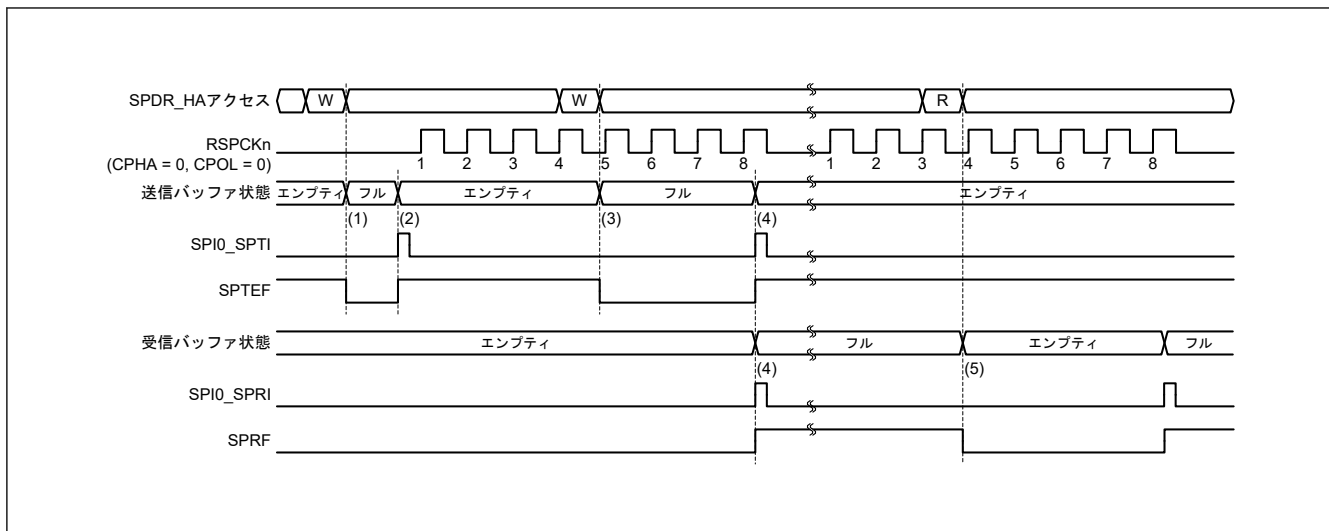
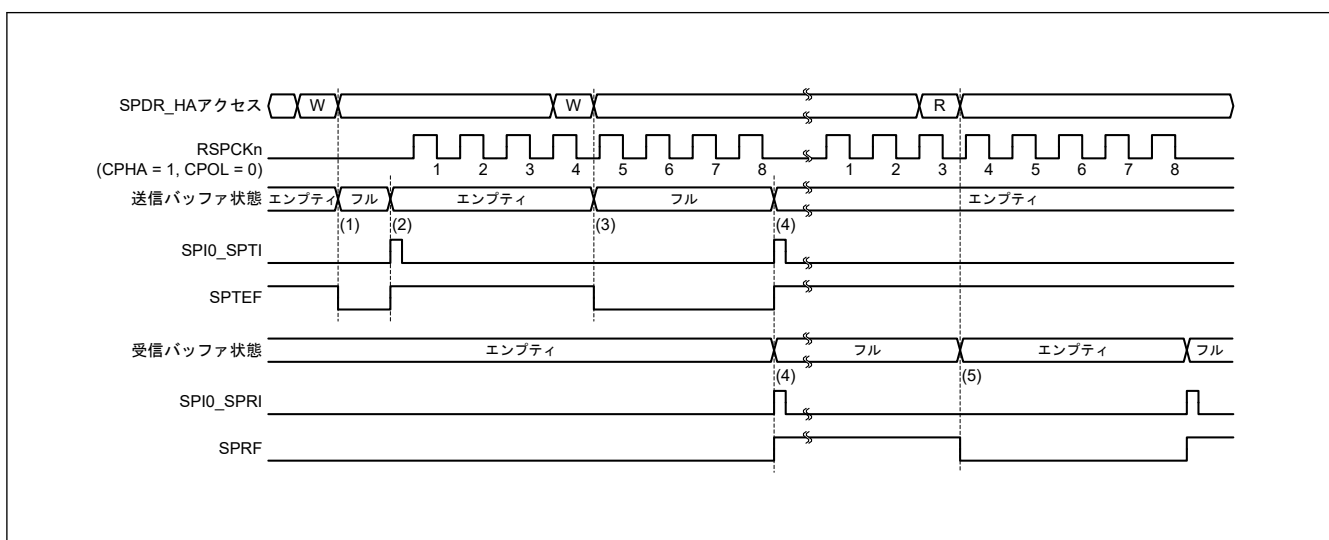

図 33.29 SPI0_SPTI および SPI0_SPRI 割り込みの動作例 (CPHA = 0 かつ CPOL = 0、マスターモード)
図 33.30 SPI0_SPTI および SPI0_SPRI 割り込みの動作例 (CPHA = 1 かつ CPOL = 0、マスターモード)
図 33.29 および図 33.30 に、送信バッファエンブティ割り込み (SPI0_SPTI) と受信バッファフル割り込み (SPI0_SPRI) の動作例を示します。これらの図に示された SPDR_HA レジスタアクセスは、レジスタへのアクセス条件を示しています。W は書き込みサイクル、R は読み出しサイクルを示しています。図 33.29 では、SPCR.TXMD ビットが 0、SPDCR.SPFC[1:0] ビットが 00b、SPCMDm.CPHA ビットが 0、かつ SPCMDm.CPOL ビットが 0 の設定で、SPI が 8 ビットのシリアル転送を実行しています。図 33.30 では、SPCR.TXMD ビットが 0、SPDCR.SPFC[1:0] ビットが 00b、SPCMDm.CPHA ビットが 1、かつ SPCMDm.CPOL ビットが 0 の設定で、SPI が 8 ビットのシリアル転送を実行しています。RSPCKn 波形の下に記載した数字は RSPCK サイクル数 (= 転送ビット数) を示しています。
以下に、図 33.29 および図 33.30 の (1)~(5) に示したタイミングでの SPI の動作を説明します。